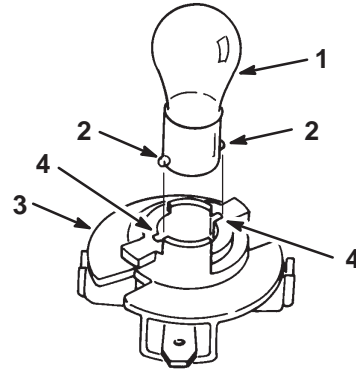

Figure 43
5. Poussez sur l'ampoule pour la tourner à fond vers la gauche (env. 1/4 tour) et retirez-la de l'embase (Fig. 43).
1. Le culot de l'ampoule est muni d'ergots métalliques de part et d'autre. Alignez ces ergots face aux rainures de l'embase et insérez le culot dans la douille de l'embase (Fig. 43). Poussez sur l'ampoule et tournez-la à fond vers la droite.